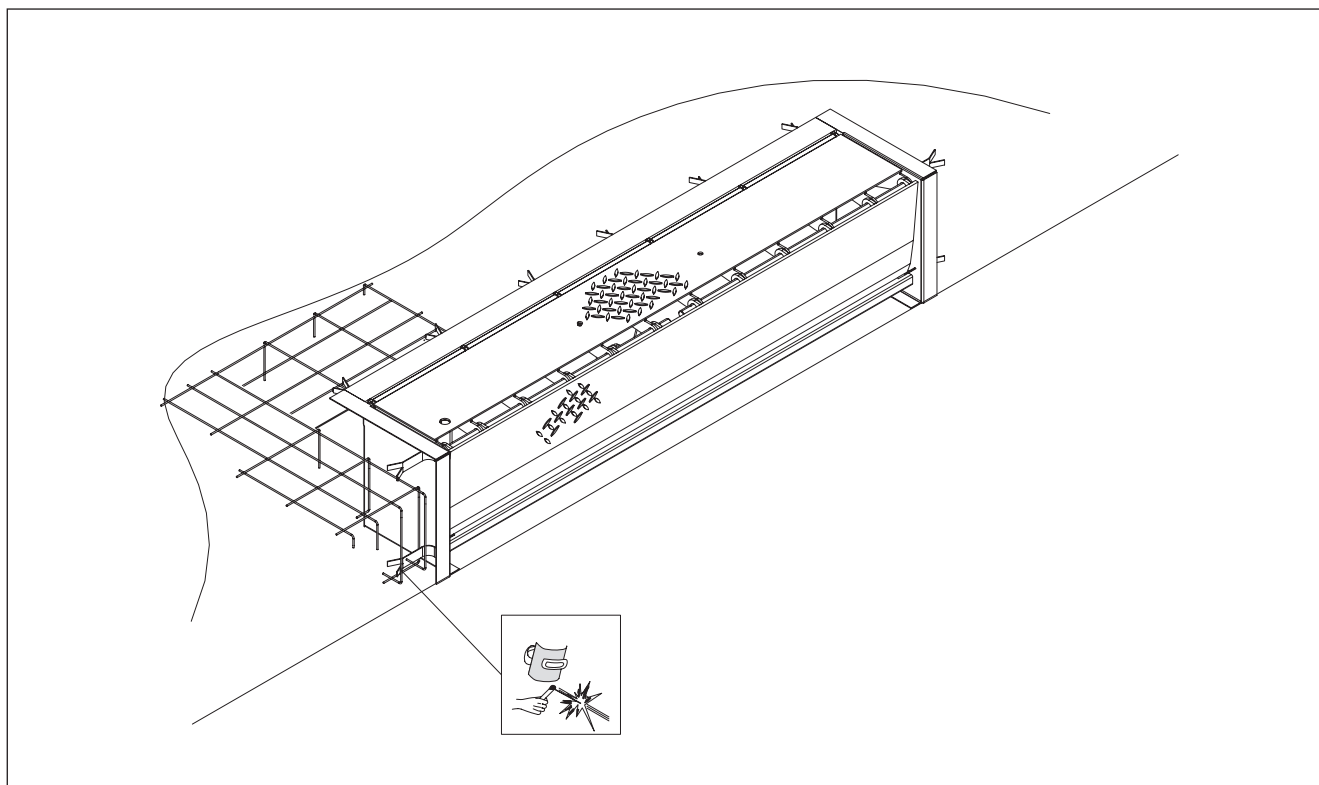

Рис. 2: Конструкция MLS для заливки бетоном в опалубку, установленную заказчиком
6.3.2 Тип MLS: заливка в подготовленную заказчиком опалубку, см. рис. 2